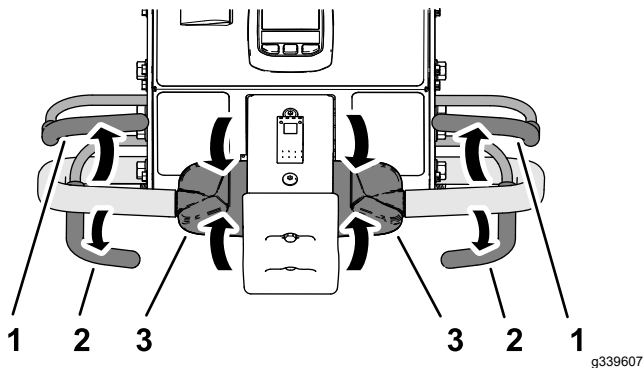

Figura 86
1. Dacă efectuai aerarea, eliberai maneta de aerare (Figura 86) pentru ridicarea capului de carotaj; consultai Ridicarea capului de carotaj \(Pagină 45\).